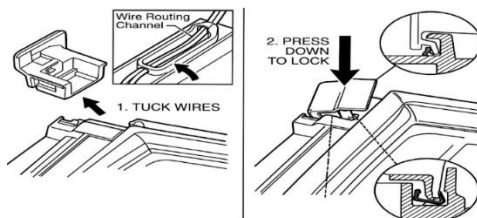

Fig 2
2. Bringen Sie die entfernte Eckabdeckung der Verkabelung in die gegenüberliegende Ecke des Türrahmens, wo sich jetzt der Kabelbaum befindet. Führen oder stecken Sie den Kabelschläger der Tür sicher in den vorgesehenen Rohrkanal innerhalb der Kunststoffabdeckung. Richte die Abdeckung über dem neuen Eckschlitz aus und drücke fest, bis sie flach und bündig am Türrahmen klickt. (Abb. 2)